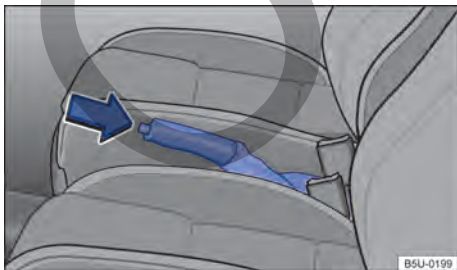

Fig. 97 Entre los asientos delanteros: palanca del freno de estacionamiento.
- Tirar de la palanca del freno de estacionamiento hacia arriba con la tecla de bloqueo presionada → fig. 97 (flecha).
- Tirar de la palanca del freno de estacionamiento un poco hacia arriba y presionar la tecla de bloqueo → fig. 97 (flecha).